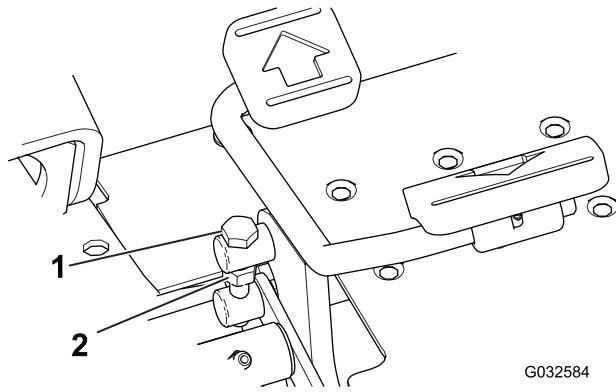

図 49
- 走行ペダルの側面ついているトラニオンボルトのジャムナットをゆるめる図 49。